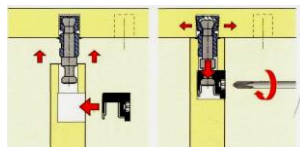
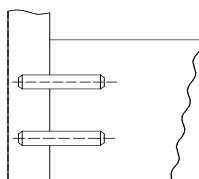

Рис.2
Рис.3
3. Соедините стенку горизонтальную поз.8 (нижнюю) с плнтусами поз.14,15,16,17 с помощью стяжки эксцентриковой поз.011,012 - рис.2, -с плнтусом поз.13 евроинтами поз.008 - Рис.1.
4. Соединить стенки вертикальные поз.3,4 со стенкой гориз.поз.8 с помощью эксцентриковой стяжки поз.011,012 - Рис.2 ; - с плнтусами поз.14,15,16,17 с помощью шкантов поз.031 - Рис.3.
5. Соединить стенку верт.поз.5 со стенками горизонтальными поз.8,10 и ребром жесткости поз.12 с помощью эксцентриковой стяжки поз.011,012 - Рис.2.
6. Соединить стенку верт.поз.6 со стенками гориз.поз.8 и 18 с помощью эксцентриковой стяжки поз.011,012 - Рис.2., а со стенкой вертикальной поз.5 с помощью евроинтов поз.008.
7. Соединить крышку поз.7 со стенками вертикальными поз.3,4,5,6 с помощью эксцентриковой стяжки поз.011,012 - Рис.2.